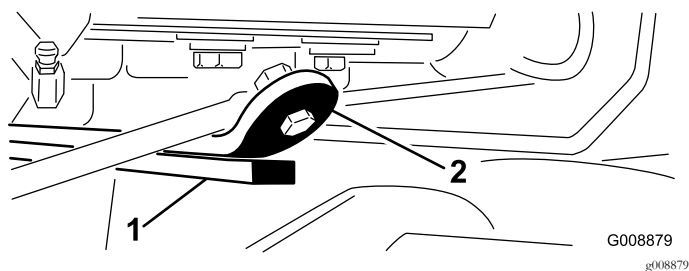

Figura 28
- 3. Avviate il motore, alzate i bracci di sollevamento e controllate per garantire che il gioco tra la fascia di usura sopra la barra antiusura dell'apparato di taglio posteriore e la fascia paracolpi sia compreso tra 0,51 e 2,54 mm come mostrato in Figura 28.